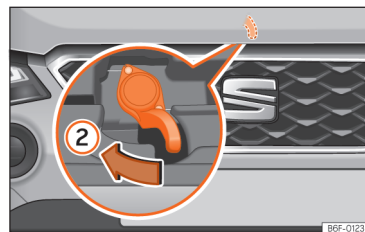

Fig. 179 Alavanca sob o capô.
• Para levantar o capô, pressione para a esquerda com a palma da mão para baixo a alavanca situada sob o capô, no centro >>> Fig. 179 ②. Os ganchos de fixação ficam desbloqueados.